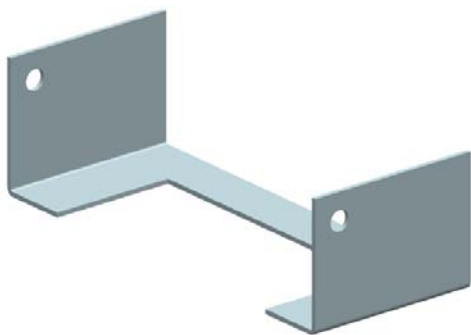

图 6-36 创建孔特征
(5) 在“孔”对话框中，单击  按钮，创建孔特征，如图 6-36 所示。